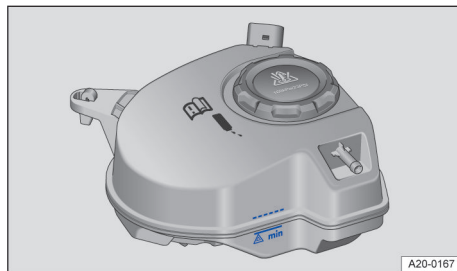

Fig. 200 În compartimentul motor: Marcajul de pe vasul de expansiune al lichidului de răcire a motorului (imagine de referință).
1. Verificați nivelul lichidului de răcire a motorului la marcajele laterale de pe vasul de expansiune, cu motorul rece → fig. 200.
4. Nivelul lichidului de răcire a motorului trebuie să se afle între marcajele de pe vasul de expansiune al lichidului de răcire a motorului → fig. 200.